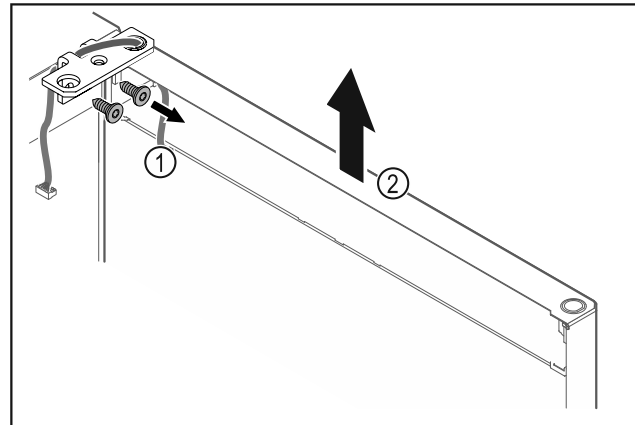

Fig. 26
- ▶ Odkręcić zawias Fig. 26 (1).
- ▶ Drzwi wraz z zawiasem należy podnieść prosto do góry o ok. Fig. 26 (2) circa 200 mm i zdjąć.